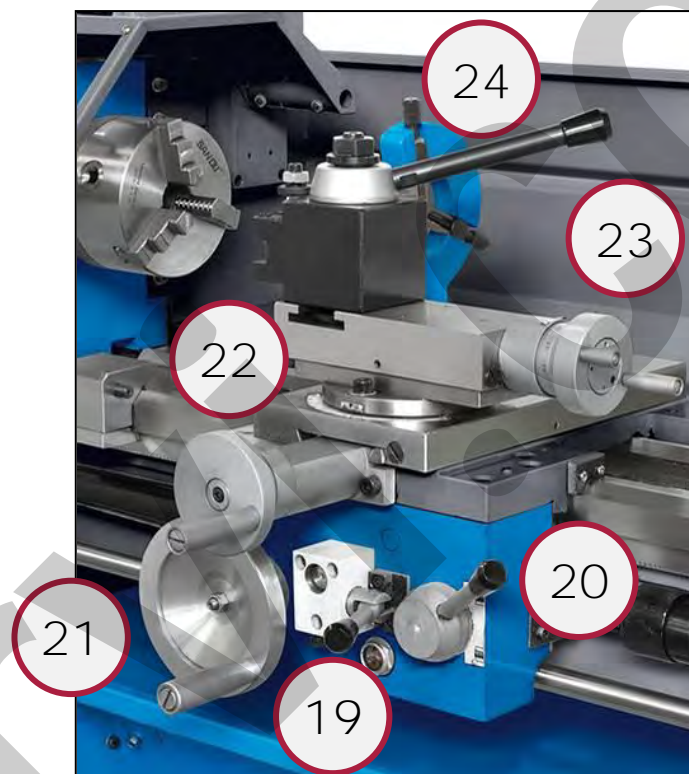

Figura 27 – Volantini e leve carrello.
5. **Inserire l'utensile sulla torretta del carrello porta utensile, e fissarlo con l'apposita leva di bloccaggio** (rif. 24 in Figura 27).
6. Regolare la posizione del carrello e delle slitte porta utensile, utilizzando le leve ed i volantini appositi (Figura 27).